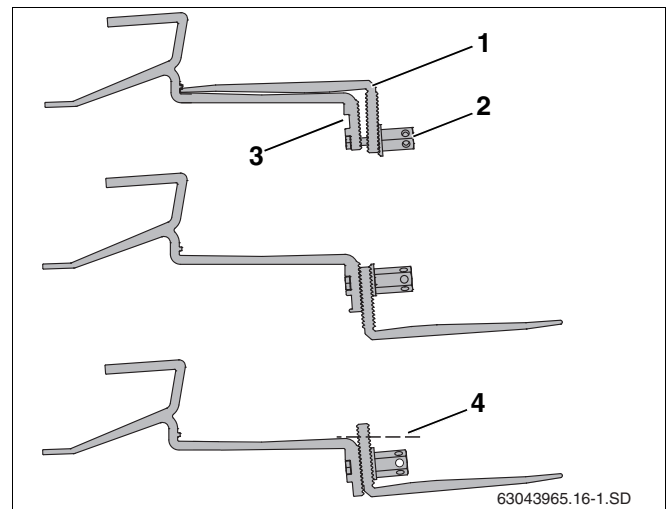

Рис. 17 Установка нижней части кровельного крюка
- ▶ Отверните гайку (рис. 17, поз. 2).
- ▶ Вставьте винт в верхнее отверстие (рис. 17, поз. 3).
- ▶ Свободно закрепите нижнюю часть кровельного крюка (рис. 17, поз. 1). Пока только слегка затяните соединение.